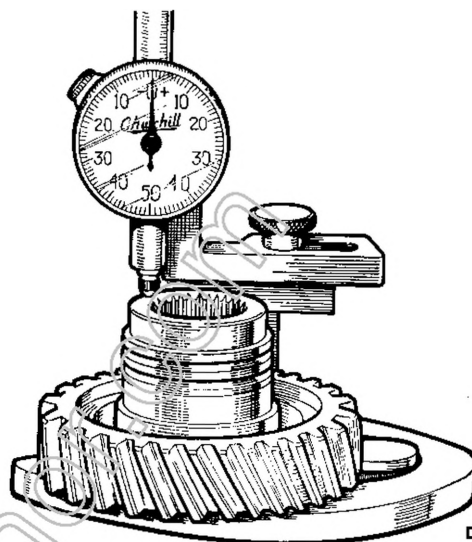

Fig. Aa. 16
32. Collocare 1' ingranaggio secondario su un piano di riscontro o nell' attrezzo 18G 191 A, servendosi di un manometro comparatore - attrezzo 18G 191 - onde poter ottenere un indice di lettura medio. Prestabilire il manometro come illustrato alla Fig. Aa. 16.